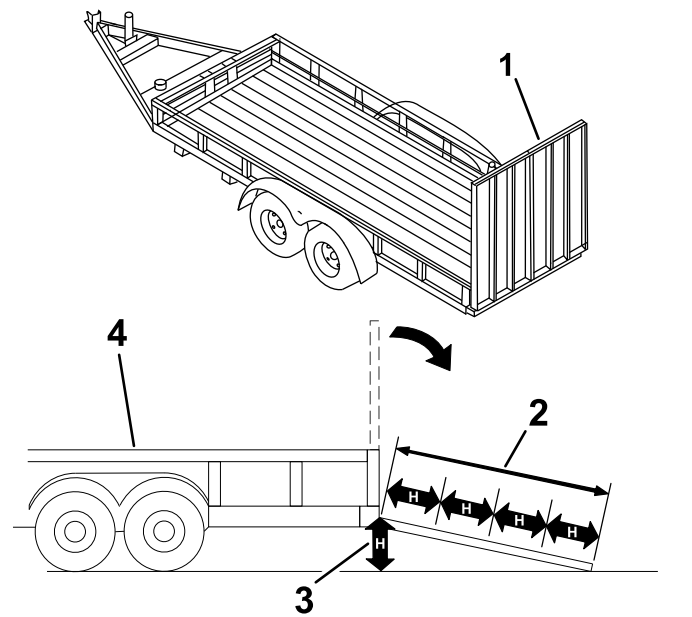

Bild 27
Beim Verladen einer Maschine auf einen Anhänger oder Pritschenwagen erhöht sich die Gefahr, dass die Maschine umkippt und schwere oder tödliche Verletzungen verursacht (**Bild 27**).
3. Senken Sie die Rampe ab (Bild 27).